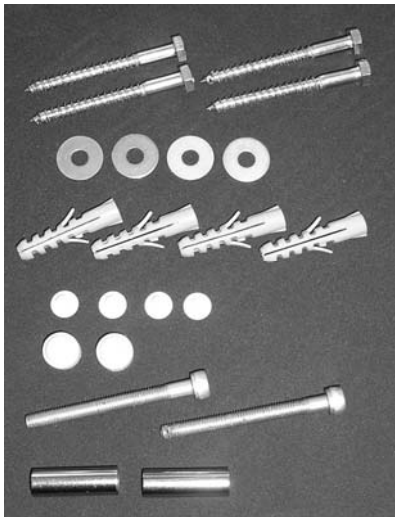

Bild 2
- 1x Eingetütete Kleinteile (siehe Bild 2)